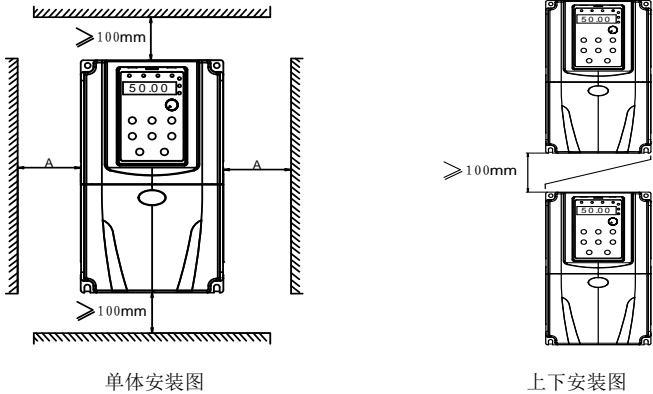

图 3-1 KE300A&AE300 变频器安装示意图
- 1) 请垂直安装变频器，便于热量向上散发，但不能倒置。若柜内有较多变频器时，最好是并排安装。在需要上下安装の場合，请参考图 3-1 的示意，安装隔热导流板。
- 2) 安装空间遵照图 3-1 所示，保证变频器的散热空间；但布置时请考虑柜内其它器件的散热情况。